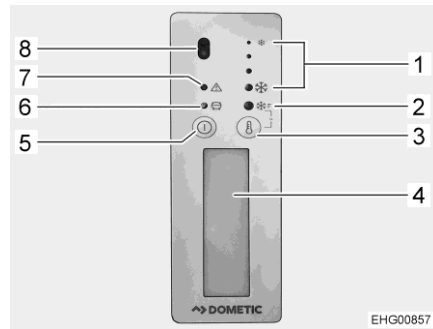

Fig. 55 Elementos de mando (frigorífico)
- Pulsar la tecla On/Off (Fig. 55,5). Después de la conexión transcurrirá un breve lapso de tiempo hasta que el compresor arranca.
- Para ajustar le temperatura de refrigeración: pulsar la tecla Nivel de refrigeración (Fig. 55,3) varias veces. Cuanto más LED del indicador de nivel de refrigeración (Fig. 55,1) estén iluminados, más intensamente estará enfriando del frigorífico.
La iluminación interior (Fig. 55,4) estará iluminada mientras que esté abierta la puerta del frigorífico.
Si el LED del indicador de servicio rojo (Fig. 55,7) está parpadeando, se ha presentado una avería (véase apartado 15.8).
- Pulsar la tecla On/Off (Fig. 55,5) hasta que el frigorífico se desconecte. Para alcanzar temperaturas de congelación, el frigorífico se puede operar con una función de enfriamiento rápido. Antes de utilizar la función de enfriamiento rápido, sacar el congelador. De lo contrario, agua de condensación podrá congelarse en el exterior del frigorífico debido al frío demasiado intenso.
- Mantener pulsada la tecla Nivel de refrigeración (Fig. 55,3) por más de 3 segundos. El LED Función de enfriamiento rápido (Fig. 55,2) indica que la función de enfriamiento rápido está conectada.